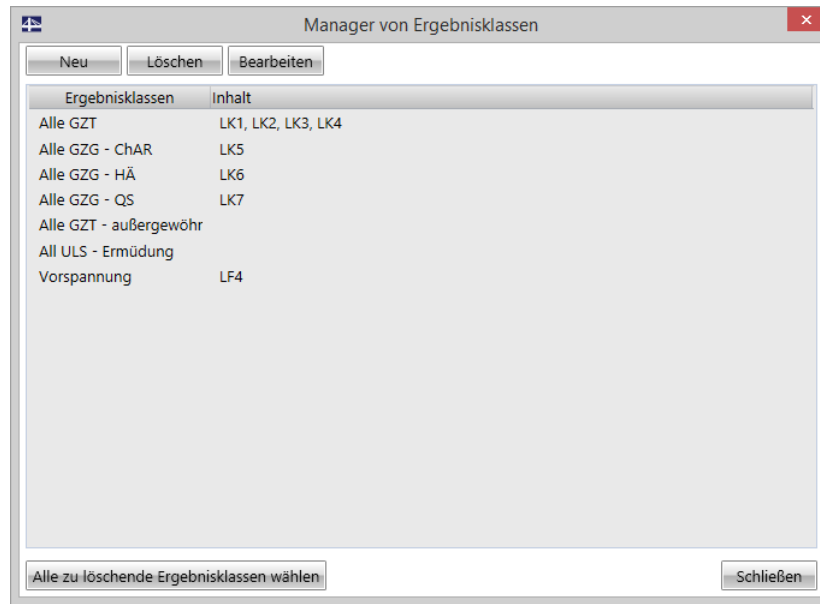

Abbildung 3.97: Dialog *Manager von Ergebnisklassen*
**EK-Manager** – Ergebnisklassen lassen sich hinzufügen, entfernen oder editieren (siehe Abbildung 3.97)